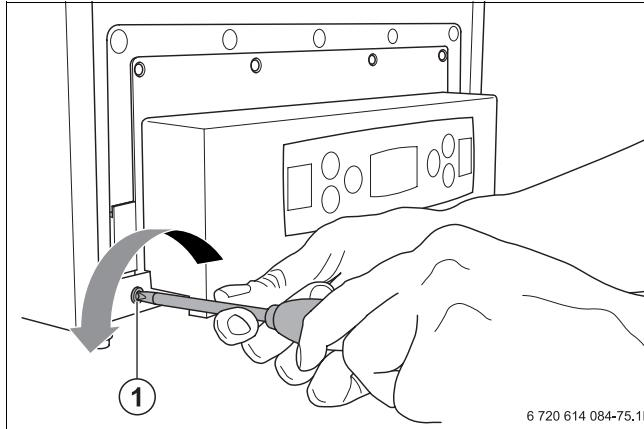

Рис. 78 Демонтаж пульта управления
- ▶ Отверните два винта (\rightarrow рис. 78, [1]) на пульте управления.